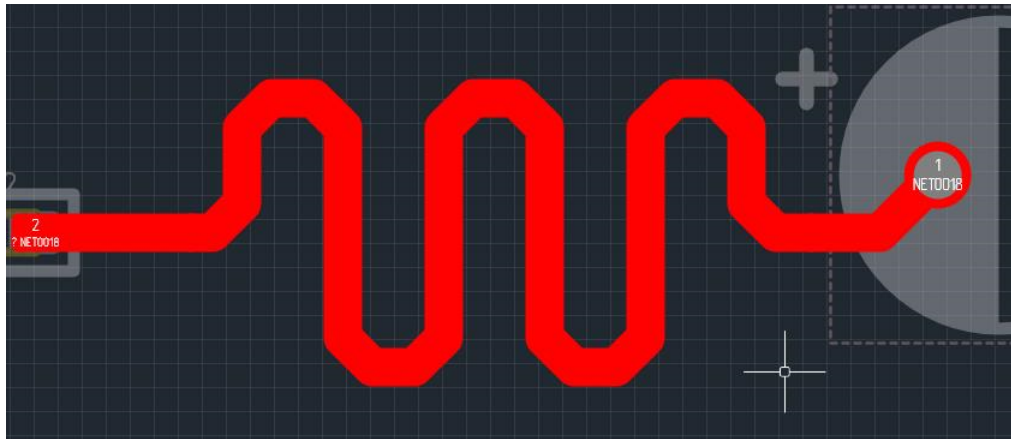

Рис. 270 Размещенный меандр
4. Зафиксируйте меандр, см. Рис. 270.